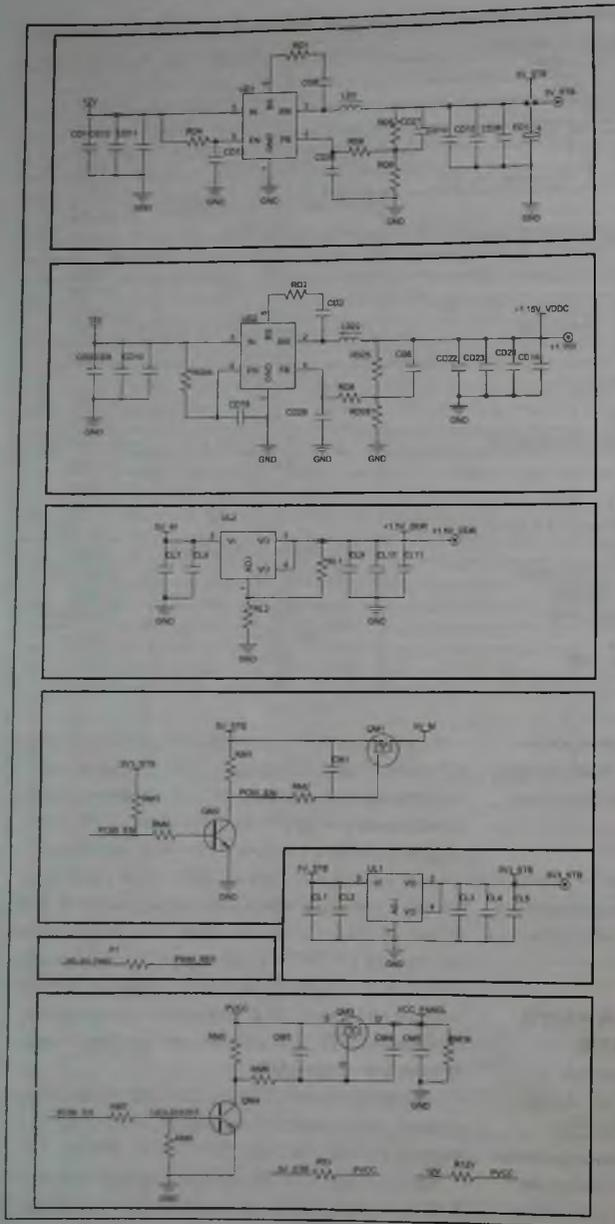
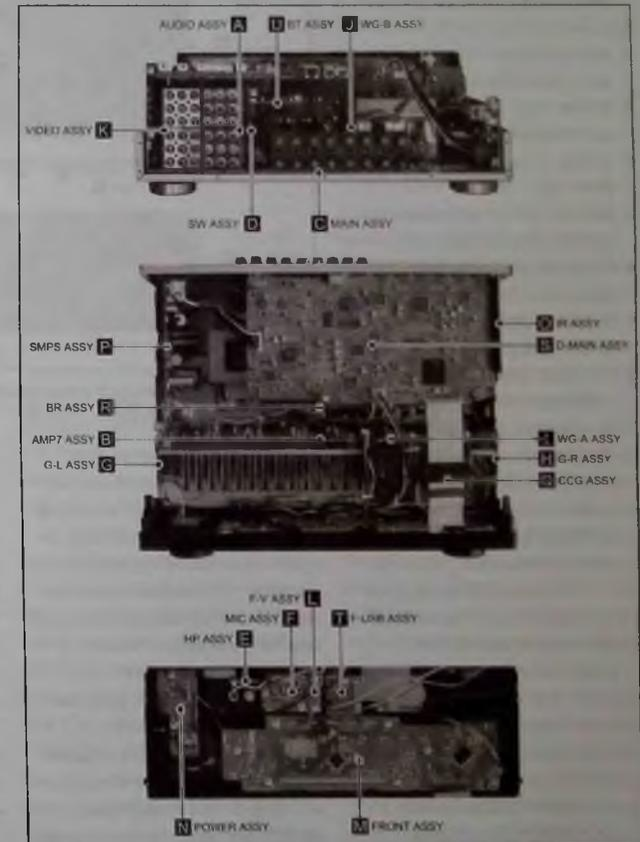
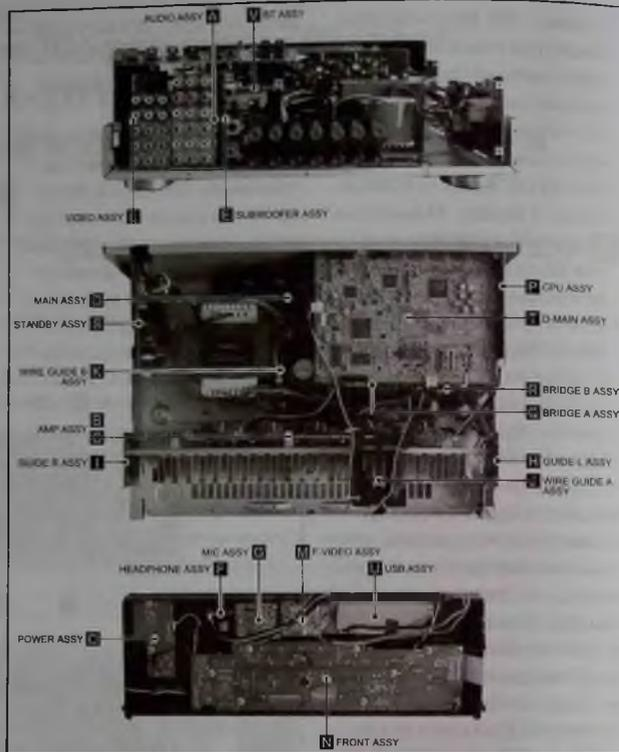
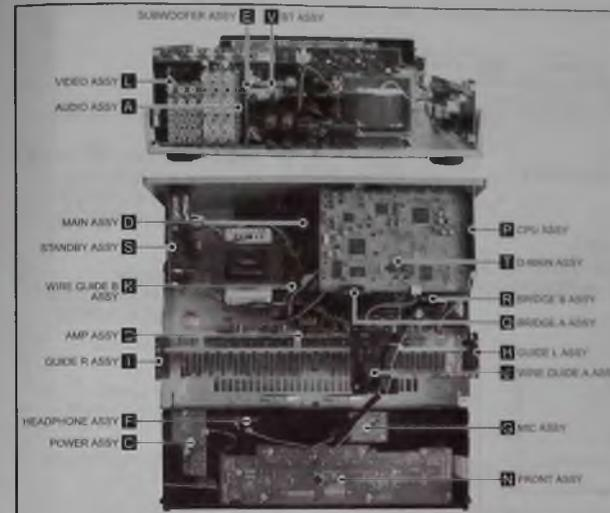

Рис. 5. Фрагмент принципиальной электрической схемы платы управления TP.MS3463S.PB785B. DC/DC-конвертеры и LDO-регуляторы
Рис. 2. Расположение основных плат и узлов моделей VSX-1021-K (120/220...230 В)
Рис. 3. Расположение основных плат и узлов моделей VSX-821-KK (120/220...230 В)
Рис. 4. Расположение основных плат и узлов моделей VSX-521-K (120/220...230 В)
Внешний вид платы управления TP.MS3463S.PB785B приведен на рис. 4, здесь же указаны основные компоненты, размещенные на плате, а спецификации компонентов платы сведены в таблицу 3.
На плате, кроме основных компонентов — процессора, ИМС памяти, УМЗЧ и т.д. — размещены DC/DC-конвертеры и линейные LDO-регуляторы, которые из постоянного напряжения 12 В (12V на рис. 2), формируемого основным источником питания, вырабатывают все необходимые напряжения питания узлов платы и ЖК панели. Принципиальная электрическая схема этих источников приведена на рис. 5.
Напряжение 12V подается на DC, DC-конвертор UD1 типа TPS563201 фирмы TI. Это 3-амперный синхронный понижающий DC, DC-конвертор с регулируемым выходным напряжением (0,76...7 В), входом включения и фиксированной ключевой частотой 580 кГц в корпусе TSOT-23-6. ИМС формирует из него дежурное напряжение 5 В (5V, STB на рис. 5). Из этого напряжения LDO-регулятором UL1 типа LC1117R33 (1-амперный 3,3-вольтовый, корпус SOT-223, падение на регулирующем транзисторе не более 1,25 В) формируется дежурное напряжение 3V3, STB для питания дежурного контроллера в составе МП U1.
На рис. 5 также приведен узел коммутации питания ЖК панели на транзисторном ключе QM3 QM4, через него напряжение питания VCC\_Panel поступает на ЖК панель. Он управляется сигналом POW\_EN
рис. 2, моделей VSX-821-KK (120/220...230 В) — на рис. 3, моделей VSX-521-K (120/220...230 В) — на рис. 4. Схема внутренних соединений моделей VSX-1021-K приведена на рис. 5 (на вкладке), модели VSX-921-K/821-K/521-K — на рис. 6, на схемах в скобках после наименований приведены Part No всех основных плат конкретных моделей AV-ресиверов.
- A Audio Assy — плата звукового тракта (рис. 5 и 6);
- B Amp Assy — плата усилителей (7 каналов, рис. 5 и 6);
- C Main Assy — главная плата (рис. 5);
- S D-Main Assy — платы цифровых устройств (рис. 5);